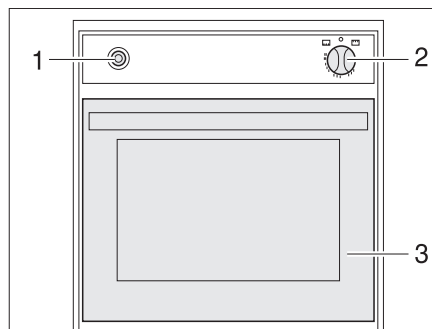

Fig. 127 Forno a gas
- Aprire completamente lo sportello del forno (Fig. 127,3).
- Premere leggermente il pomello girevole (Fig. 127,2) e ruotarlo in posizione "🔥" (forno).
- Premere il pomello girevole (Fig. 127,2) e tenerlo premuto per 5-10 secondi. Il gas fluisce verso il bruciatore.
- Premere l'interruttore di accensione (Fig. 127,1) finché la fiamma non brucia.
- Ruotare il pomello girevole (Fig. 127,2) su "0". La fiamma si spegne.